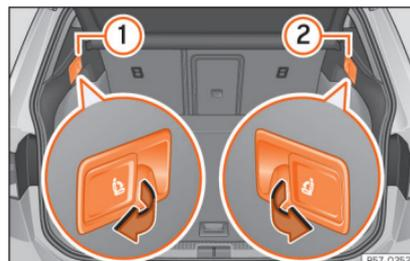

Abb. 124 Im Gepäckraum: Hebel zur Fernentriegelung* der Teile links ① und rechts ② von der Rücksitzlehne.
- Entriegelungshebel »» **Abb. 124** von dem Lehnenteil ziehen, der vorgeklappt werden soll.